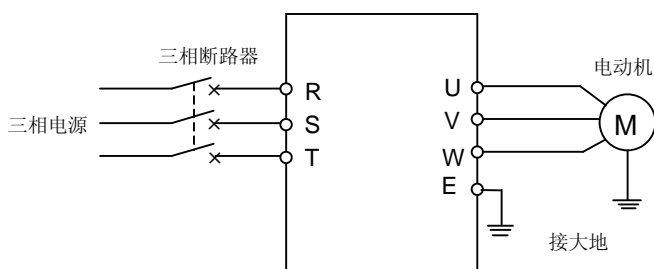

图 4-2 简单运行接线图
- ① 按图 4-2 接线；
- ② 确认接线无误后合上电源开关，接通电源，变频节能控制柜先显示 "P.oFF"，稍后显示 "0"，辅显示短暂显示软件版本。
- ③ 确认频率设定通道为面板数字设定方式 ([F0.1] = 0)；
- ④ 根据变频节能控制柜拖动电动机的额定铭牌数据，确认是否对参数[F1.3]、[F1.4]进行设置；
- ⑤ 按 **FWD** 键启动变频节能控制柜，变频节能控制柜输出 0 频率，显示 "0.0"；
- ⑥ 按 **▲** 键，增大设定频率，变频节能控制柜的输出频率增加，电机转速加快；
- ⑦ 观察电机的运行是否正常，若有异常立即停止运行，并断电，查清原因后再运行；
- ⑧ 按 **▼** 键减小设定频率；
- ⑨ 按 **STOP** 键停止运行；并切断电源开关。